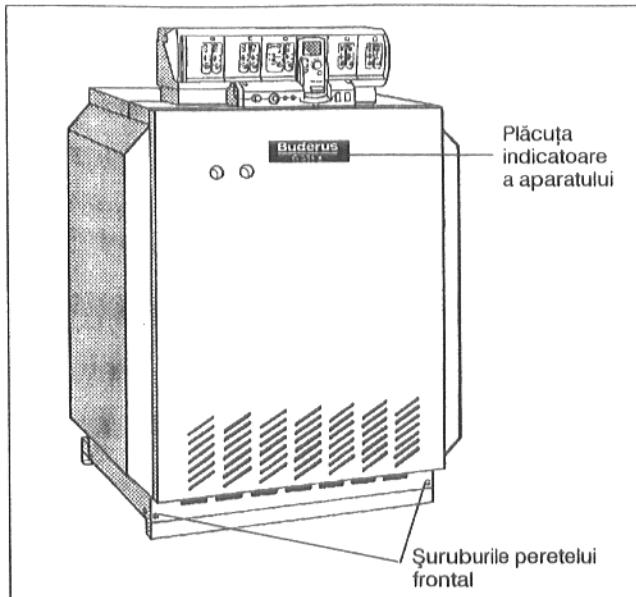

Fig. 35: G334 XZ
- Peretele frontal se fixează sus iar jos se înşurubează cu șuruburile de siguranță (Fig. 35).
- Plăcuța indicatoare a aparatului se lipește pe peretele din față (Fig. 35).